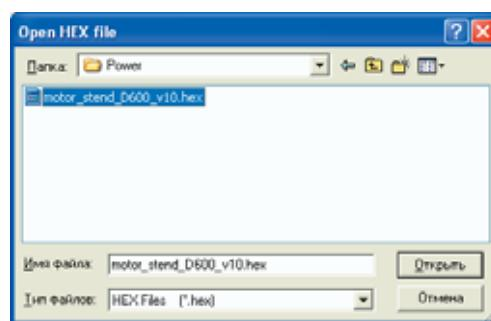

Рис. 58
2.5. Выберите файл для программирования платы ЦПУ (рис.58).